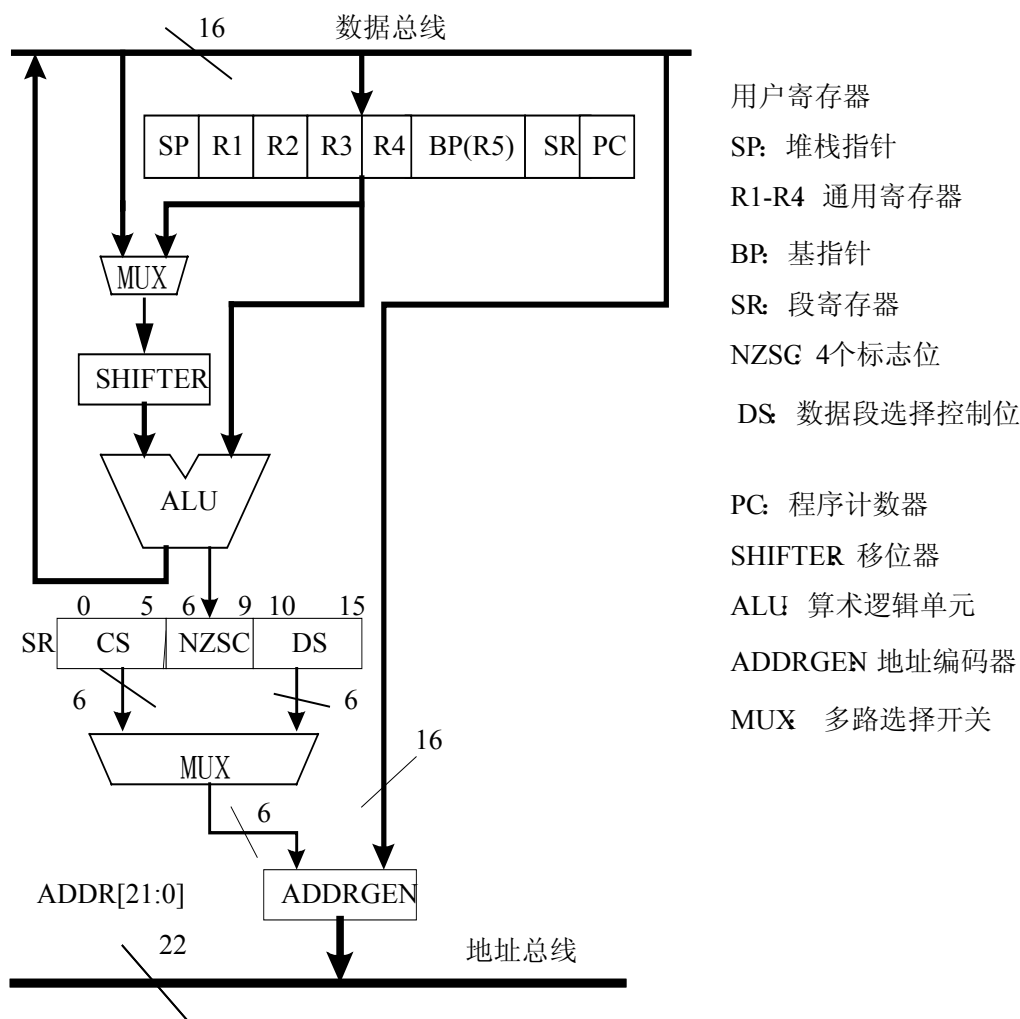

图 2.1 $\mu'nSP^{\text{TM}}$ 的内核结构
对图 2.1 稍加留意,就会发现 μ^n SP™的 ALU 前面串接有一个移位器 SHIFTER,也就是说,操作数在经过 ALU 的算逻辑操作前可先进行移位处理,然后再经 ALU 完成算逻辑运算操作。移位包括:算术右移、逻辑左移、逻辑右移、循环左移以及循环右移。所以, μ^n SP™的指令系统里专有一组复合式的‘移位算逻辑操作’指令;此一条指令完成移位和算术逻辑操作两项功能。程序设计者可利用这些复合式的指令,撰写更精简的程序代码,进而增加程序代码密集度 (Code Density)。在微控制器应用中,如何增加程序代码密集度是非常重要的议题;提高程序代码密集度意味着:减少程序代码的大小,进而减少 ROM 或 FLASH 的需求,以此降低系统成本与增加执行效能。
有多种功能用途，如图 2.1 所示。SR 中有代码段选择字段(CS)和数据段选择字段(DS)，它们可分别与其它 16 位的寄存器合在一起形成 22 位地址线，用来寻址 4M 字容量的存储器。（注意：SPCE061A 只有 32K 字闪存，占一页存储空间，所以代码段选择字段(CS)和数据段选择字段(DS)在 SPCE061A 不用）。
择字段，低 16 位 A0~A15 则来自内部寄存器。通常，地址线的高 6 位称为存储器地址的页选，简称页码（Page）；而低 16 位则称为存储器地址的偏移量（Offset）。μ'nSP™通过对段（Segment）的编码来实现存储器页的检索，即是说‘Segment’的含义与‘Page’的含义是等同的。因而，通过 Segment 与 Offset 的配合即可产生 22 位地址线，如上图 2.1 中 ADDRGEN 所示。（注意：SPCE061A 只有 32K 字闪存 FLASH，仅占一页存储空间，所以代码段选择字段(CS)和数据段选择字段(DS) 在 SPCE061A 不用）